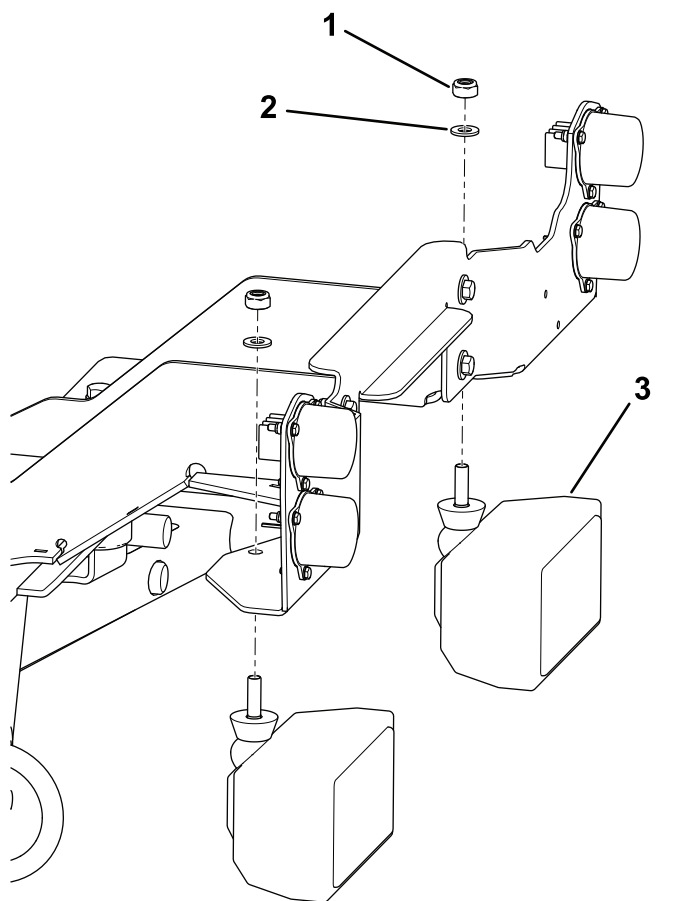

Bild 20
4. Entfernen Sie die Mutter und die Unterlegscheibe von jeder Lampe und montieren Sie damit die Lampen an der Frontscheinwerferhalterung (Bild 20).